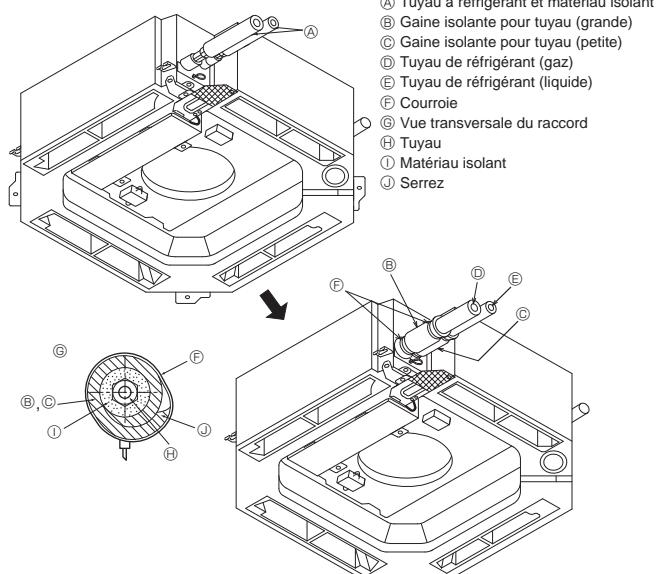

Fig. 3-3
⑨ Appliquer de l'huile réfrigérante sur toute la surface évasée du fond.
3.3. Appareil intérieur (Fig. 3-3)